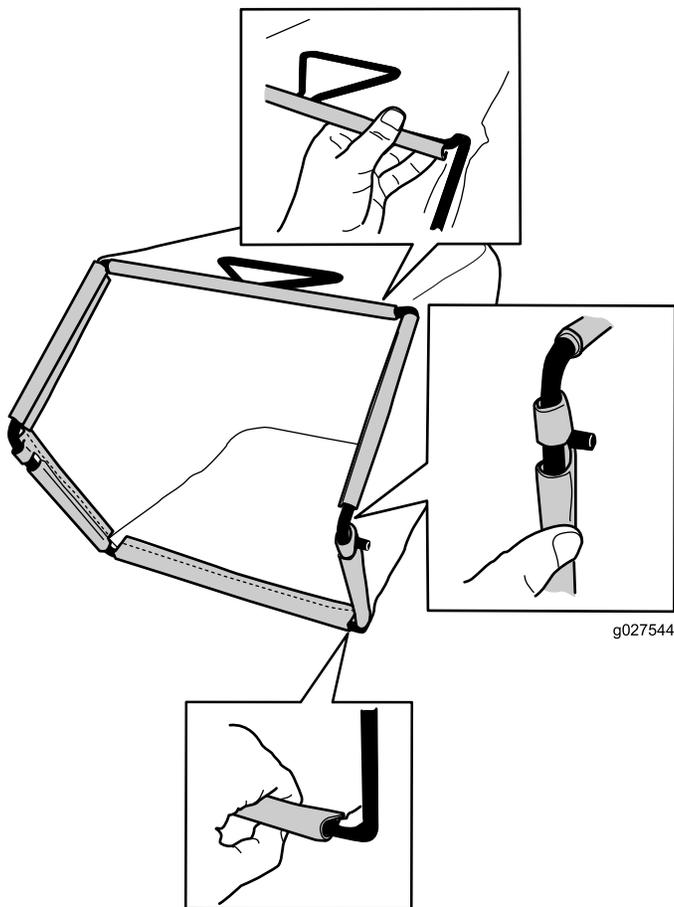

**Figura 7**
1. Coloque la bolsa de recogida sobre el bastidor, según se muestra en la Figura 7.
**Nota:** No coloque la bolsa sobre el manillar (Figura 7).